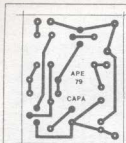

Fig. 2
- FIG. 2 - LAY OUT DO CIRCUITO